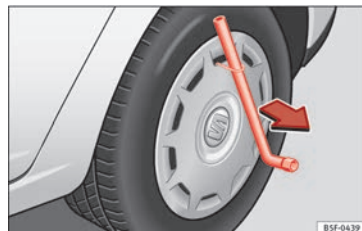

Fig. 65 Desmontar el tapacubos integral.
• Introduzca la llave para las ruedas en el gancho de alambre » fig. 65 y tire del tapacubos en el sentido que indica la flecha.